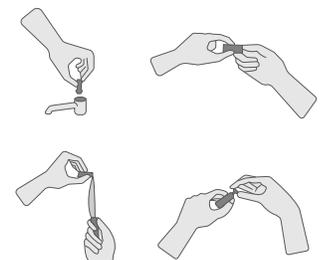

Fig. 6
- Retire el eje o vástago del cuerpo del caño. En el extremo del vástago va sujeto el empaque (normalmente encajado). Desenrosque el tornillo de bronce del eje y retire el empaque gastado con una pequeña cuchilla. Cambie el empaque por otro nuevo de características similares, vigilando que esté en la posición adecuada. Presione a fondo (Fig. 6).